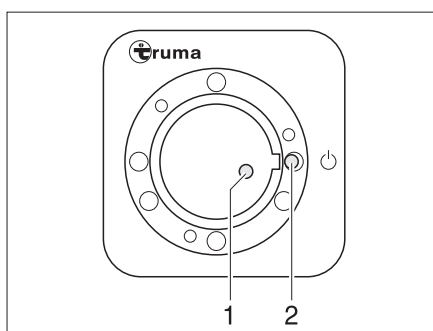
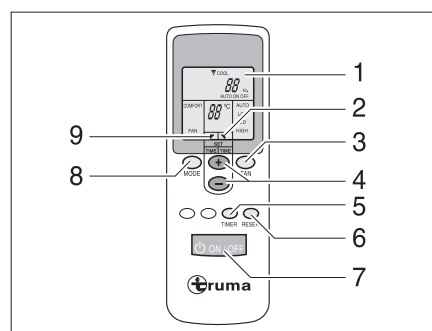

Fig. 178 Receptor
Fig. 179 Mando a distancia
- Conectar el mando a distancia por medio del interruptor (Fig. 179,7). La luz de control verde (Fig. 178,1) indica el funcionamiento de refrigeración.
- Ajustar el modo de funcionamiento deseado con la tecla (Fig. 179,8).
- De ser necesario, ajustar la potencia del ventilador y la temperatura ambiente deseadas con las teclas (Fig. 179,3 y 4). La flecha (Fig. 179,9) indica el modo de ajuste seleccionado.
- ▷ En el receptor se encuentra un pulsador interruptor adicional (Fig. 178,2) con el cual la instalación de aire acondicionado también se puede desconectar o conectar sin mando a distancia. En caso de que se conecte la instalación de aire acondicionado por medio de este pulsador interruptor, automáticamente se seleccionará el último modo de funcionamiento ajustado en el mando a distancia.
- Para desconectar, volver a pulsar la tecla (Fig. 179,7) del mando a distancia.
- Para la programación, conectar la instalación de aire acondicionado con la tecla (Fig. 179,7) del mando a distancia.
- Ajustar el modo de funcionamiento y la temperatura ambiente deseados con las teclas (Fig. 179,8, 3 y 4).
- Seleccionar la función deseada (Fig. 179,1) con la tecla (Fig. 179,5):
- Seleccionar el tiempo de conmutación deseado (de 1 a 15 horas) con las teclas (Fig. 179,4). La flecha (Fig. 179,2) parpadea e indica el modo de ajuste seleccionado.
- ▷ Con la tecla (Fig. 179,6) se realizan transmisiones repetidas de los ajustes del mando a distancia al emisor.